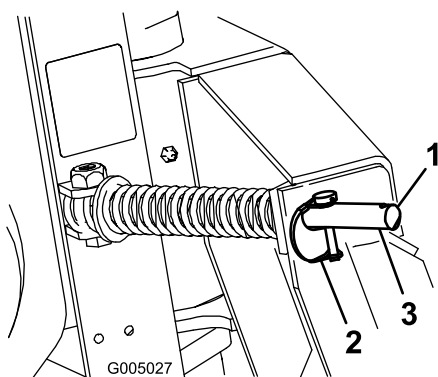

Figura 5
1. Posizionate gli acciarini sui fori esterni delle aste delle molle in maniera da consentire lo spostamento laterale dell'interratore (Figura 5).
1. Posizionate gli acciarini sui fori interni delle aste delle molle in maniera da impedire lo spostamento laterale dell'interratore (Figura 5).